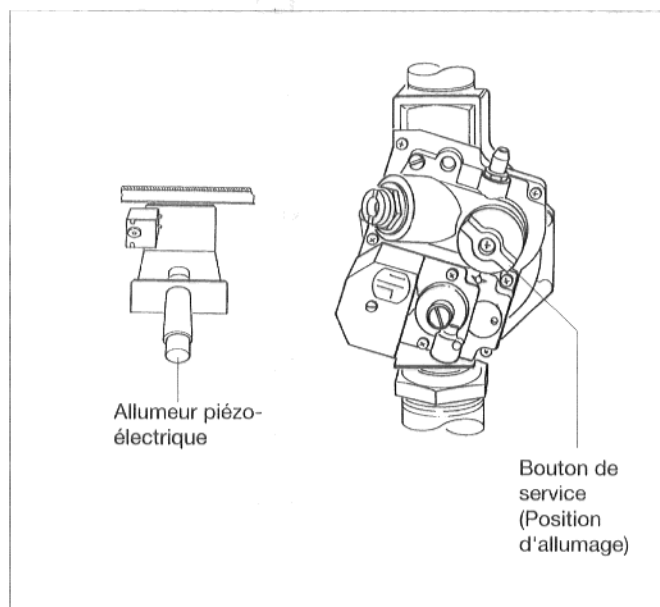

Fig. 22
- Tourner, en appuyant légèrement, le bouton de service sur le symbole „flamme“ (fig. 22).
- Appuyer sur le bouton de service du bloc gaz du brûleur et le maintenir enfoncé. En même temps, appuyer plusieurs fois sur l'allumeur piézoélectrique (fig. 22) jusqu'à l'allumage.